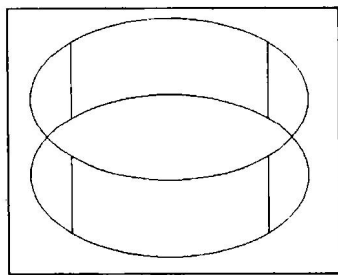
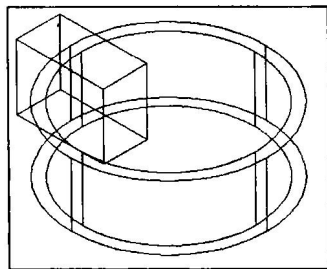

图 2-2
图 2-3
① 当前线框密度：ISOLINES=4；指定圆柱体底面中心点或 [椭圆 (E)] <0,0,0>: 100,-80,0 ↵。作为圆柱体底面的中心。② 指定圆柱体底面的半径或 [直径 (D)]: 90 ↵。③ 指定圆柱体高度或 [顶点 (A)]: 60 ↵。表示圆柱向上，高度为 60。见图 2-2。
① 选择要从中删除的实体或面域；选择对象：选取外圆柱体 ↵。② 选择要删除的实体或面域；选择对象：选取内圆柱体 ↵。
5. 单击  图标或在命令行中输入 box 命令，画一个顶点坐标为 (80, -40,0)，另一个顶点坐标为 (120,40,60) 的长方体，见图 2-3。